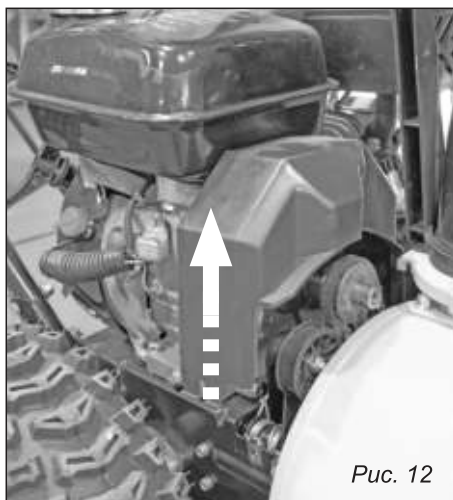

Рис. 12
1. Снимите кожух ремня спереди двигателя, закрепленного двумя винтами (см. рис. 12).